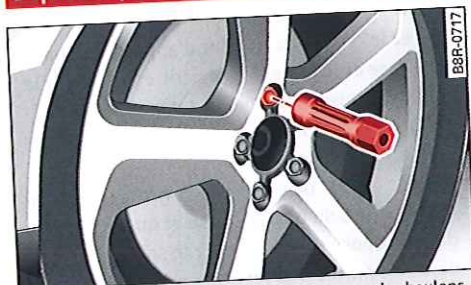

Fig. 223 Roue : six pans creux pour le serrage des boulons de roue
- ▶ Dévissez complètement le boulon de roue supérieur avec le six pans creux de la poignée de tournevis (outillage de bord) ⇒ fig. 223 et déposez-le sur une surface propre.